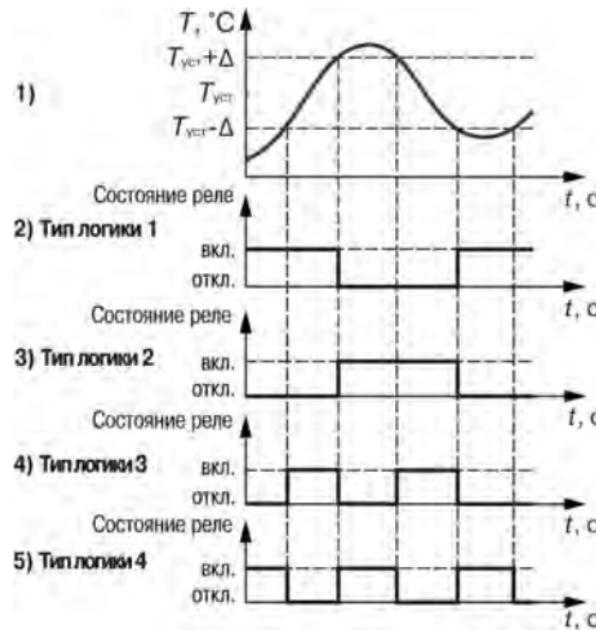

Рисунок 7.3 – Типы логики
- **Тип логики 1 «Прямой гистерезис»** (рисунок 7.3, график 2) используется для сигнализации о достижении контролируемым параметром значения ниже заданной границы. Выходное реле «Авария объекта» включается при температурах $T < T_{уст} - D$, а выключается при
- **Тип логики 2 «Обратный гистерезис»** (рисунок 7.3, график 3) используется для сигнализации о превышении параметром заданной границы. Выходное реле включается при температурах ($T > T_{уст} + D$), а выключается при ($T < T_{уст} - D$).
- **Тип логики 3 «П-образная»** (рисунок 7.3, график 4) применяется для сигнализации о нахождении температуры в заданных границах. Выходное реле включается при температурах ($T_{уст} - D < T < T_{уст} + D$).
- **Тип логики 4 «U-образная»** (рисунок 7.3, график 5) применяется для сигнализации о выходе температуры за заданные границы. Выходное реле включается при температурах ($T < T_{уст} - D$) или ($T > T_{уст} + D$).